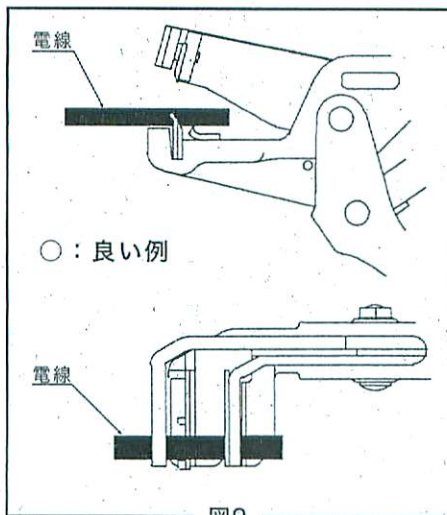
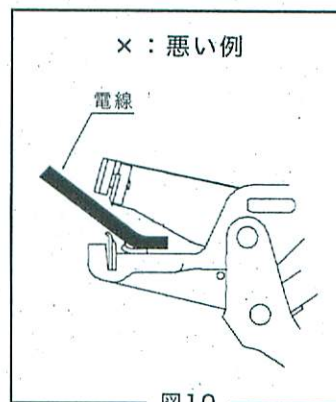

図9
図10
- 3) 電線は正しい位置(図9)にセットしてください。図10・11の様に正しくセットされていない場合は、剥離できなかったり、絶縁体または心線に傷が付く事があります。